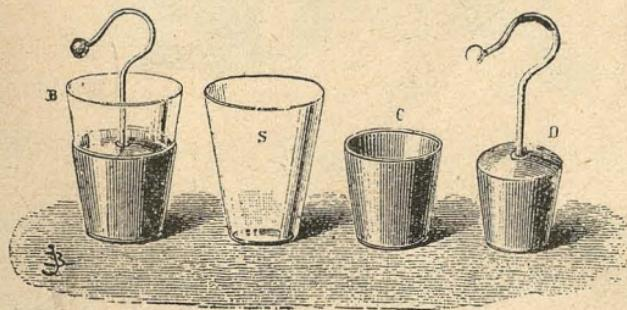

Fig. 178.—Botella de armaduras móviles.
**5. Botellas de Leiden de armaduras móviles**.—Cuando se descarga una botella de Leiden con el excitador, se nota que después de la descarga puede dar muchas chispas (*carga residual*). Esas chispas son debidas á que el fluido eléctrico penetra en el espesor de la lámina de vidrio y necesita cierto tiempo para descargarse. Se nota ese hecho por medio de la botella de Leiden de *armaduras móviles* (fig. 178) que se compone de una envoltura